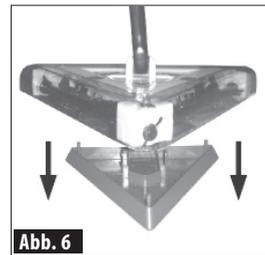

Abb. 6
- Stellen Sie den „Schmutzbehälter“ dann wieder zurück auf den Boden oder eine andere flache Unterlage. Heben Sie den „Standfuß“ des Kehrsers und richten Sie ihn über dem „Schmutzbehälter“ aus. Bei korrekter Ausrichtung zeigt das Kehrlogo auf der Vorderseite des „Standfußes“ in die gleiche Richtung wie die Vorderseite des Schmutzbehälters. Setzen Sie den Standfuß zur Korrektur herab (siehe Abb.6).